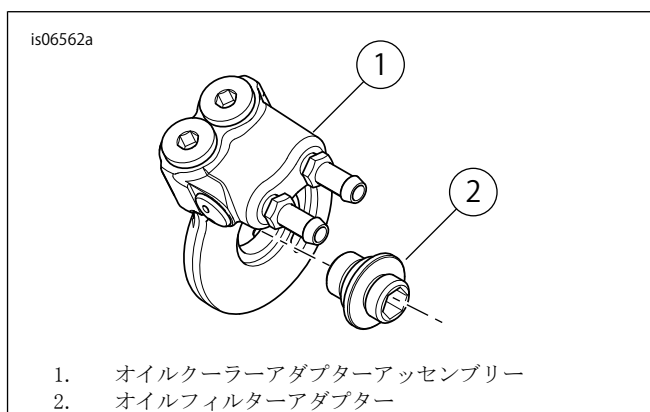

図4. オイルクーラーアダプターアッセンブリーの取り付け
4. 図4を参照してください。オイルクーラーアダプター(1)とオイルフィルターアダプター(2)を取り付けます。オイルフィルターアダプターを16.3-21.7 N·m (12-16 ft-lbs)のトルク値で締め付けます。